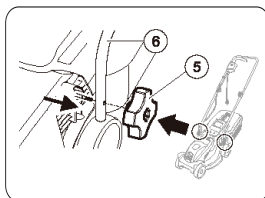

Рис. 2
2. Вставьте нижнюю ручку (6) в болт М8 и зафиксируйте ручку при помощи крепежного элемента (5) (Рис. 2).